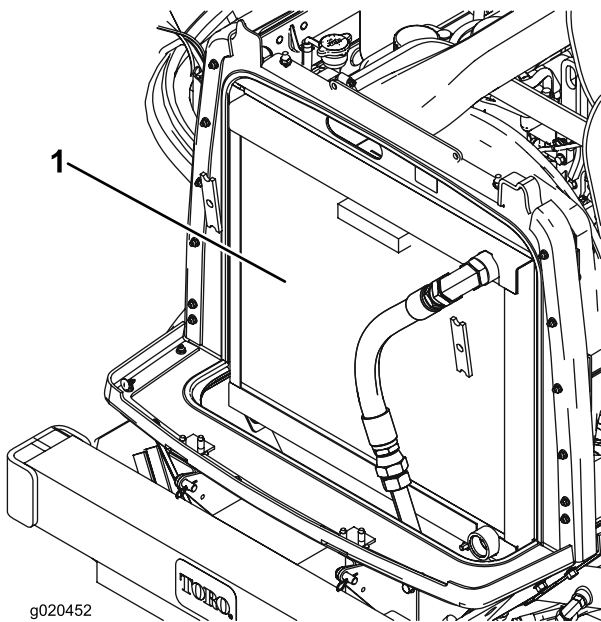

Bild 66
3. Reinigen Sie beide Seiten des Kühlers bzw. Ölkühlers gründlich mit Druckluft (Bild 66).